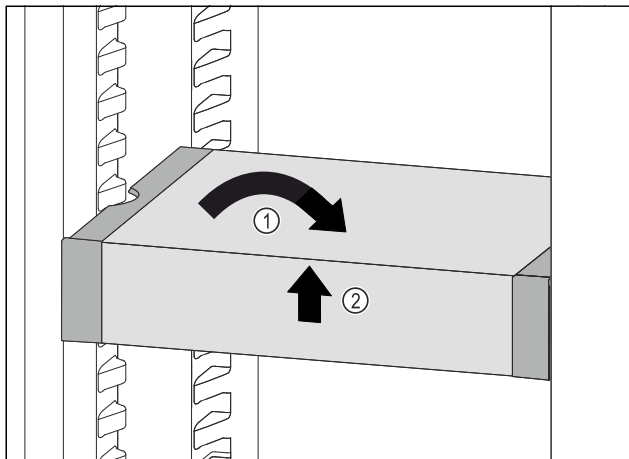

Fig. 103
- ▶ Plasser VarioSafe rett. Fig. 103 (1)
- ▶ Løft VarioSafe opp i forkant. Fig. 103 (2)